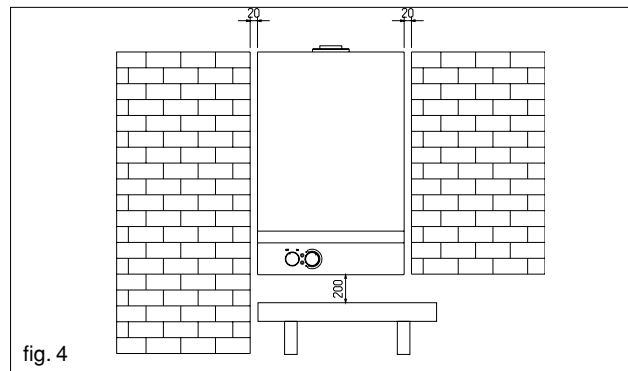

fig. 4
- l'apparecchio non deve essere mai chiuso in un mobile o in una nicchia, ma deve essere prevista una distanza minima da pareti laterali di almeno 20 mm (fig.4), così da rendere agevoli le operazioni di manutenzione.
- L'apparecchio deve essere installato su di una parte idonea e per consentire le operazioni di manutenzione è indispensabile lasciare intorno allo stesso le distanze minime indicate in fig. 4,